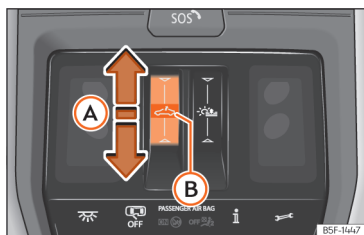

Abb. 86 Im Dachhimmel: Bedienelement für Panorama-Schiebedach.
- Automatische Bewegung: Den Finger nach hinten über den Funktionsbereich  **>>> (Abb. 86) (A)** ziehen.
- Innerhalb von etwa 5 Sekunden nach der Aktivierung des Einklemmschutzes den Finger nach vorne über den Funktionsbereich »» (Abb. 86) (A) ziehen und gedrückt halten bis das Dach vollständig geschlossen ist.